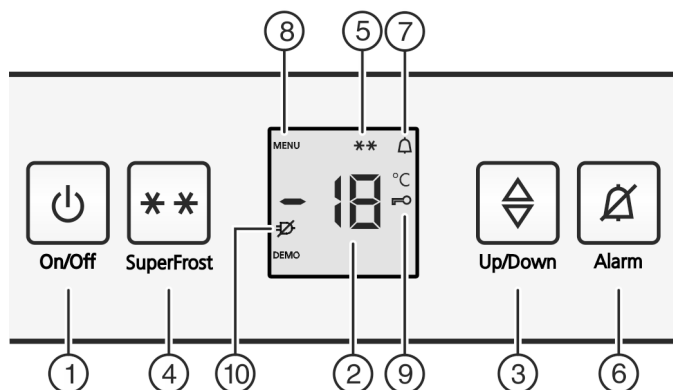

Fig. 2
- Le symbole SuperFrost Fig. 2 (5) et l'affichage de température clignotent.\*
- ▶ Appuyez sur la touche marche/arrêt Fig. 2 (1).
- ▶ Activer le mode de réglage : appuyer sur la touche SuperFrost Fig. 2 (4) pendant env. 5 secondes.
- ▷ Le symbole Menu Fig. 2 (8) apparaît dans l'affichage.
- ▶ Confirmez en appuyant brièvement sur la touche SuperFrost Fig. 2 (4).
▷ Le symbole Sécurité enfants Fig. 2 (9) s'allume dans l'affichage.
▶ Appuyer brièvement sur la touche On/Off Fig. 2 (1).
▶ Activer le mode de réglage : appuyer sur la touche SuperFrost Fig. 2 (4) pendant env. 5 secondes.
▷ Le symbole Menu Fig. 2 (8) apparaît dans l'affichage.
▶ Confirmez en appuyant brièvement sur la touche SuperFrost Fig. 2 (4).
▷ Le symbole Sécurité enfants Fig. 2 (9) s'éteint.
▶ Appuyer sur la touche Alarme Fig. 2 (6).
L'affichage de la température clignote en même temps que le symbole Alarme Fig. 2 (7).
L'avertisseur sonore s'éteint automatiquement et le symbole Alarme Fig. 2 (7) et l'affichage de température arrêtent de clignoter lorsque la température est de nouveau suffisamment froide.